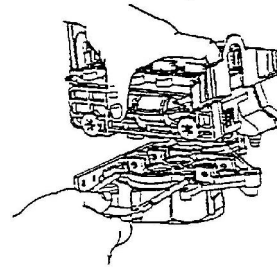

Рис. 20
10. Надавите рукой сверху на клапан управления и вытащите замыкающую вилку, Рис.20.